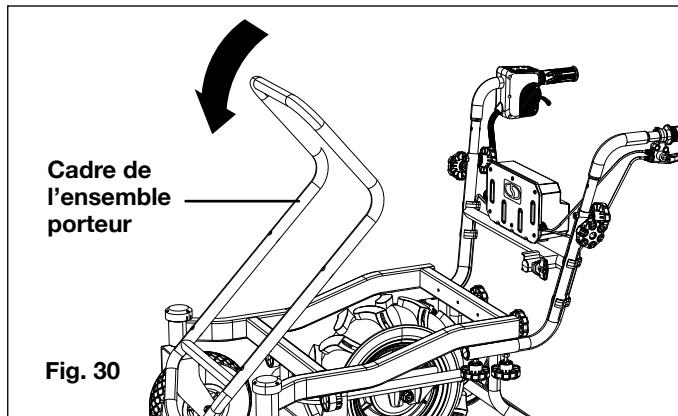

Fig. 30
2. Retirez la benne, puis basculez le cadre d'ensemble porteur (Fig. 30).